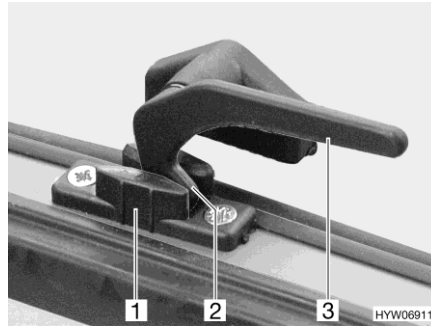

Fig. 68 Levier de verrouillage (position "Aération permanente")
- En position "Aération permanente" (Fig. 68)
- Tourner tous les leviers de verrouillage (Fig. 68,3) d'un quart de tour vers le centre de la fenêtre.
- Remettre tous les leviers de verrouillage en position initiale. Le tenon de verrouillage (Fig. 68,2) doit pénétrer alors dans le logement prévu à cet effet dans le verrouillage de fenêtre (Fig. 68,1).